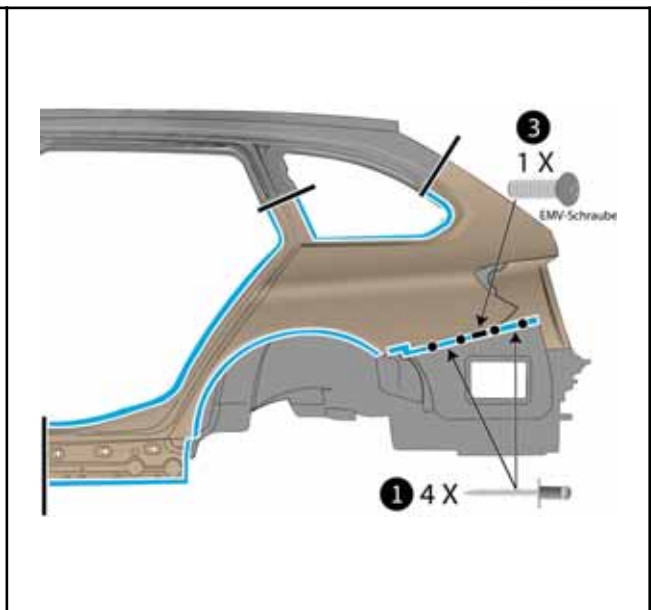

Bild 11: einbau Seitenteil
- Verbauen Sie nach dem Aushärten **1** EMV-Schraube (Bild 11 | Pos. 3).